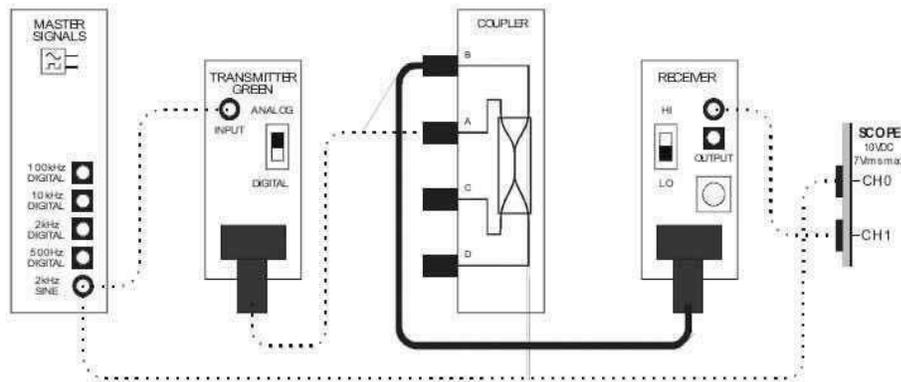

Figura 10
9. Cambiar el circuito como se muestra en la Figura 10.